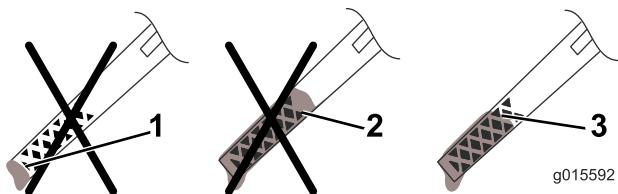

Figura 28
- Retire la varilla y compruebe el nivel de aceite en la misma (Figura 28).